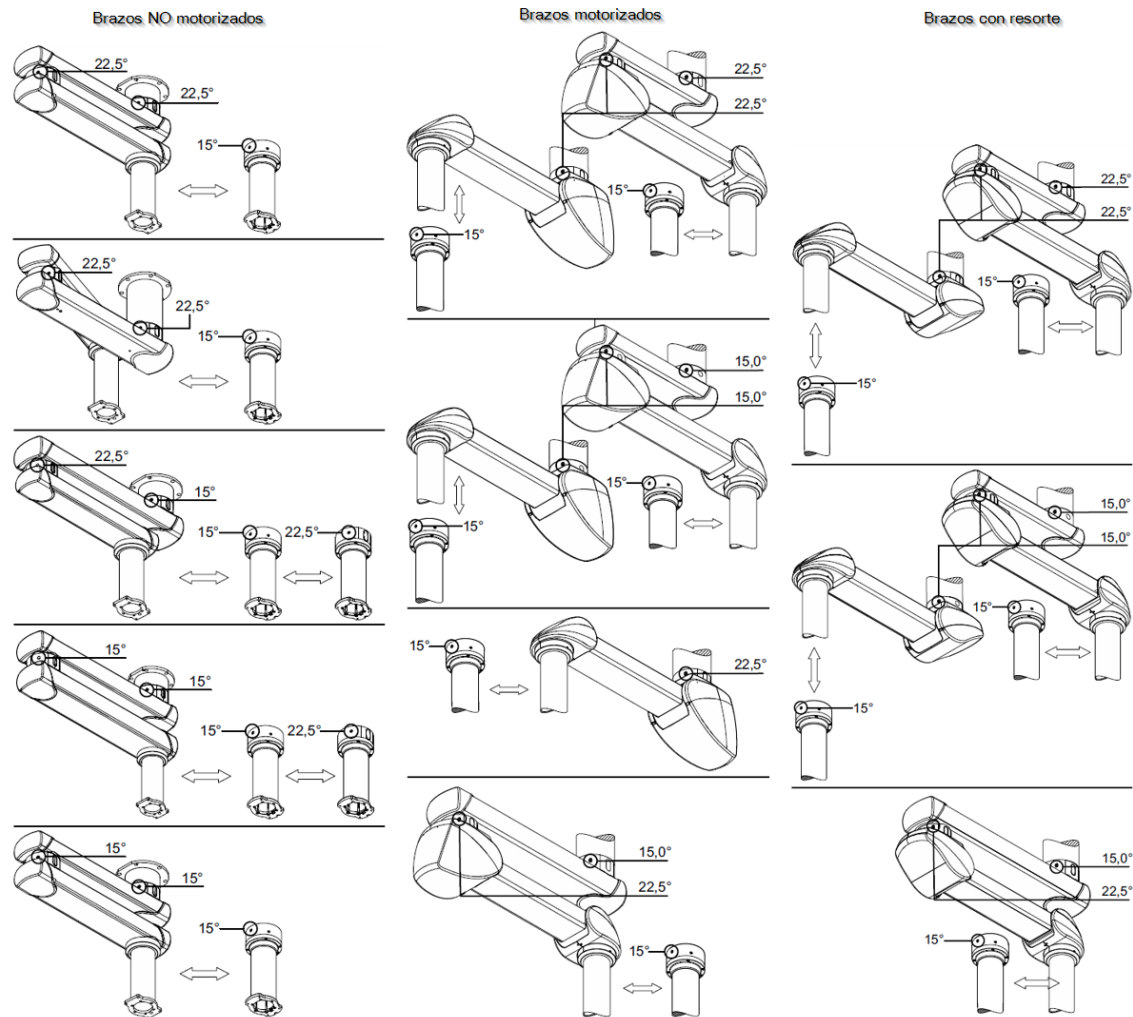

Abb. 8 Einstellung der Drehanschlage
- Bei Ausführungen mit Doppelarm und Reibungslager zwischen beiden Armen wird empfohlen, 2 Kugelanschläge (3) zu montieren (siehe Abb. 8). Die Detaildarstellung zeigt das Zwischenlager (11) (ohne Außenring) und die Position der Anschlagschraube (1) an den Kugelanschlägen (3).
Bei Einstellung des Endanschlags wie in Abb. 8 dargestellt beträgt der Totpunktbereich  $45^\circ$ . Das bedeutet, dass der Federarm (3) einen maximalen Bewegungsbereich von ca.  $315^\circ$  hat. Wenn die minimale Einstellung am Endanschlag nicht definiert ist, während die Bremsen am Zwischenlager (11) und am Deckenlager (10) eingestellt werden, ist es ziemlich schwierig, das Aufhängungssystem aus der gestreckten Position (12) zu biegen und es am Zwischenlager (11) des Federarms (3) zu drehen.